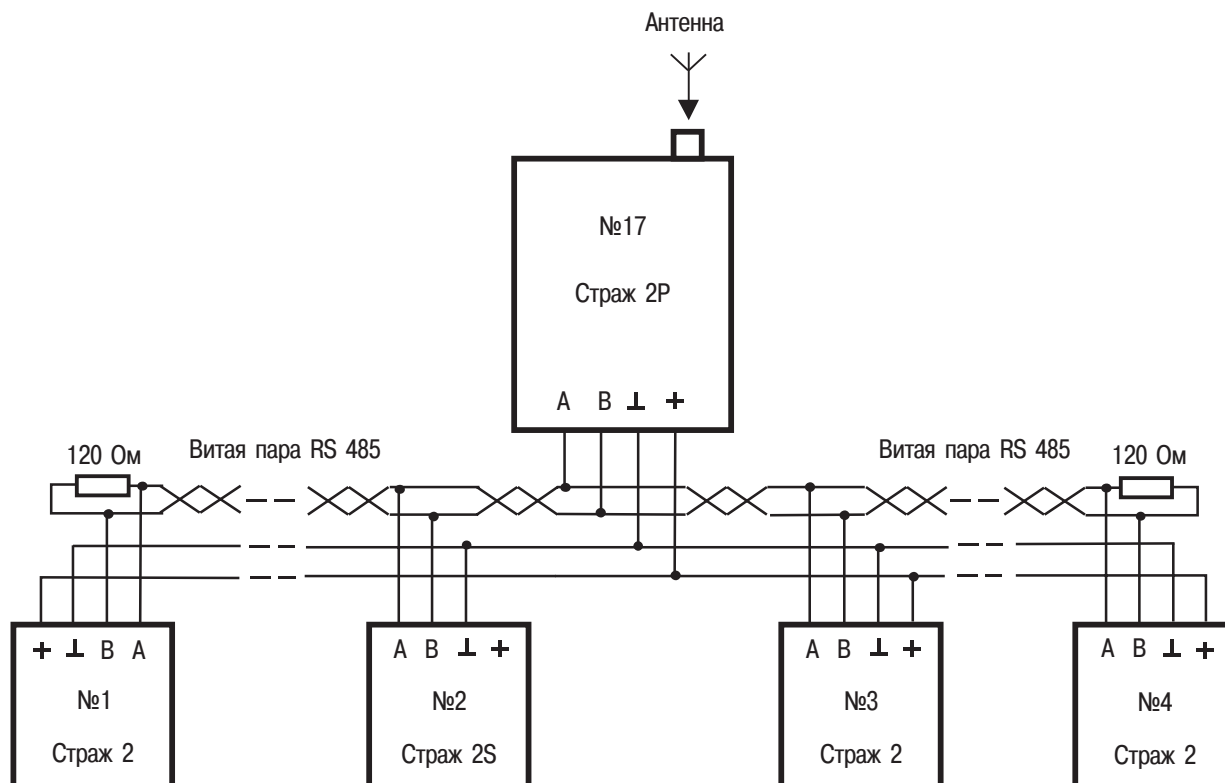

Рис.2.4. Схема включения Сигнализации «Страж 2» в охранную сеть (для варианта «Страж 2S»).
2.9.3. В случае использования Сигнализации в варианте исполнения с встроенным источником питания («Страж 2S» или «Страж 2L») необходимо руководствоваться схемой включения приведенной на рис. 2.4.